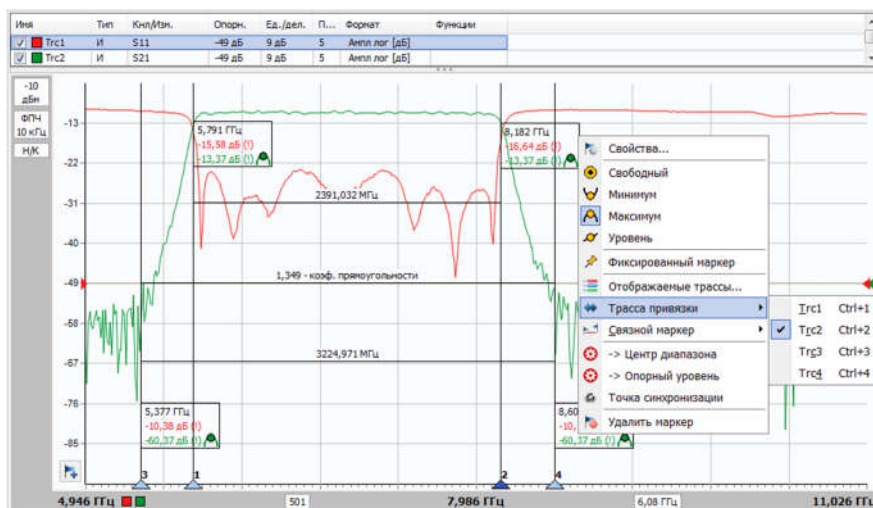

Рисунок 2.108 – Использование маркеров
2.3.2.11.2 Маркеры отображаются в виде треугольника с номером на нижней оси графика, вертикальной линии и окна индикации (рисунок 2.108). Если маркер не активен, то отображается только треугольник с номером. Между двумя маркерами может отображаться связь – горизонтальная черта с текстом над ней, называемая связным маркером. Связные маркеры служат для расчета и отображения дополнительных параметров ИУ.